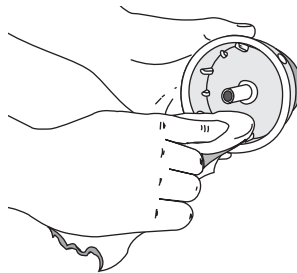

Fig. 24
4. Nettoyez le moulinet intérieur, le ressort, et l'arbre et la surface interne de la bobine extérieure à l'aide d'un tissu propre (Fig. 24).